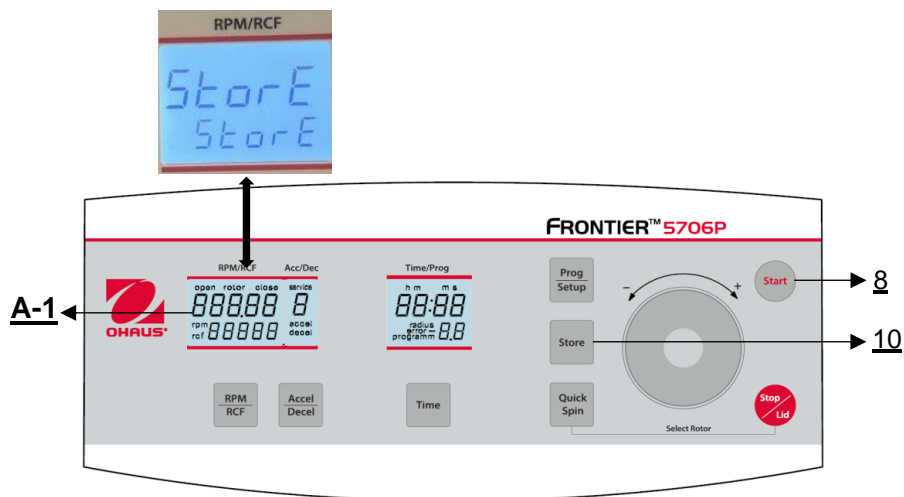

Figure 29
Tous les réglages modifiés doivent être confirmés par la touche "Start"(8) ou "Store"(10). Le mot "Store" apparaît sur l'écran "RPM | RCF" (A-1) - Ce n'est qu'ensuite que les présélections sont valables (**voir figure 29**). Après avoir mémorisé les réglages, vous pouvez repasser en mode programme normal en éteignant la centrifugeuse pendant un court instant.